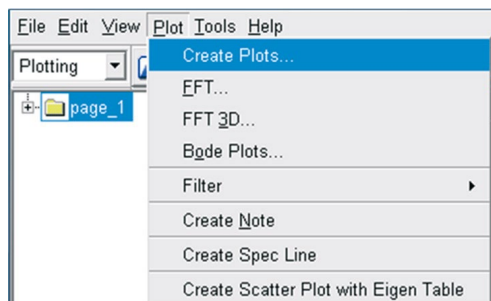

Figura 4.201 – Gerando gráficos.
- A janela *File Import* será aberta. No campo *Plot Configuration File*, digite: `mdids://private/plot_configs.tbl/brake_pull.plt` (Figura 4.201), ou clique com o botão direito do mouse nesse campo e o selecione no diretório de destino.